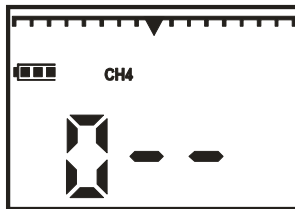

Рисунок 9.3
1) на воздухе, не содержащем горючих газов, перевести газоанализатор в режим "ПОДСТРОЙКА НУЛЯ". Для этого необходимо при нажатой кнопке "РЕЖИМ" включить газоанализатор. После появления на индикаторе надписи " 0 - - " отпустить кнопки (рисунок 9.3).
1) при нажатой кнопке "РЕЖИМ" включить газоанализатор. После появления на индикаторе надписи " 0 - - " отпустить кнопки (рисунок 9.3);